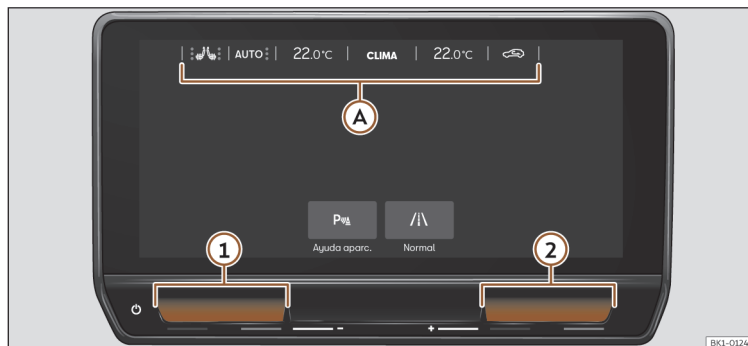

Fig. 116 Esquema: funções de climatização.
Barra fixa na parte superior do ecrã do sistema de infotainment >>> Fig. 116 Ⓐ (inclusive se estiver desligado), onde se encontram as seguintes funções de Climatização:
OU: através das zonas táteis ① e ② (azul/vermelho) pode ajustar-se a temperatura do Climatizador >>> Fig. 116.